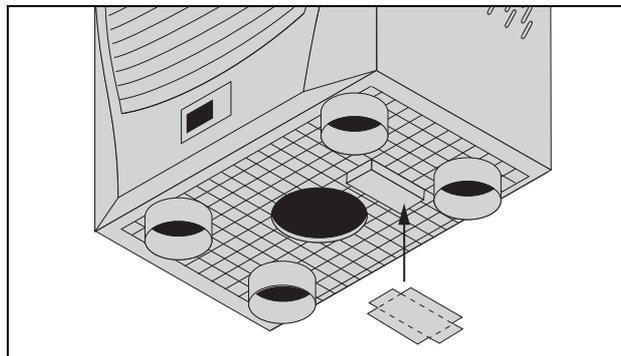

Рис. 8: Дополнительное уплотнение для поддона для конденсата
- Наклеить дополнительное уплотнение с нижней части поддона для конденсата (см. рис. 8) Края уплотнения загибаются по перфорации вверх и фиксируются.